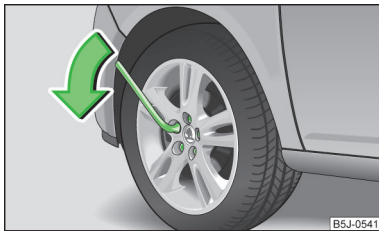

Abb. 141
- Am Schlüsselende fassen und die Schraube etwa **eine** Umdrehung in Pfeilrichtung drehen » Abb. 141.
- Am Schlüsselende fassen und die Schraube entgegen der Pfeilrichtung drehen » Abb. 141, bis diese fest ist.